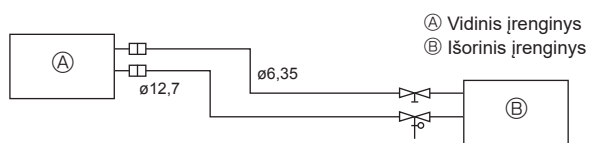

Fig. 5-2
(1) Toliau pateiktoje lentelėje parodyti komerciškai rinkoje platinamų vamzdelių techniniai duomenys. (Fig. 5-2)